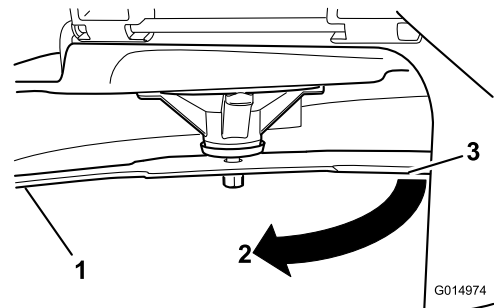

Figura 103
3. Distância medida entre a lâmina e a superfície (A)
4. Rode a mesma lâmina 180 graus para que a extremidade de corte oposta fique na mesma posição (Figura 103).